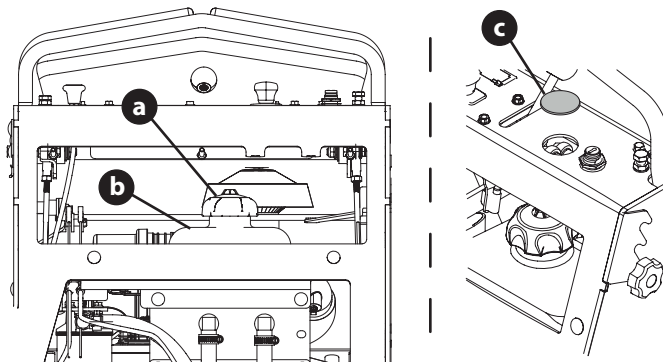

Figura 28
4. Retire la tapa del depósito de aceite de la transmisión hidrostática (a) (Figura 28).
5. Cortadoras de césped con plataformas de 48, 54 ó 60 pulgadas solamente: Inserte un embudo en el depósito (b) (Figura 28).
- a. Quite el tapón negro (c) del panel de control buscando debajo del panel y apretando las dos pestañas y empujándolas hacia arriba (Figura 28).